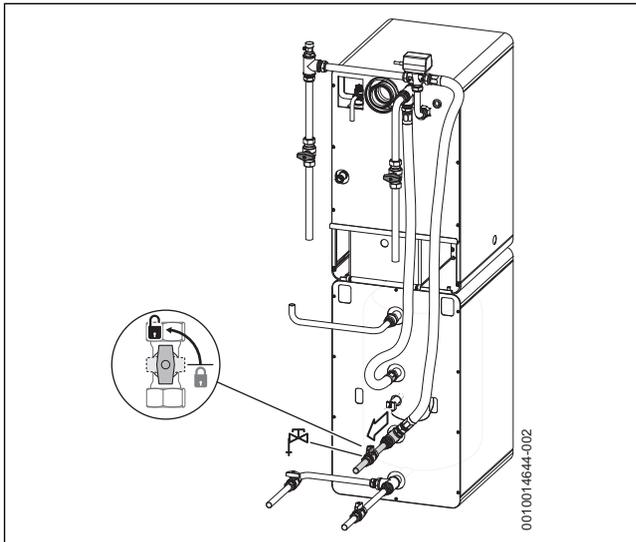
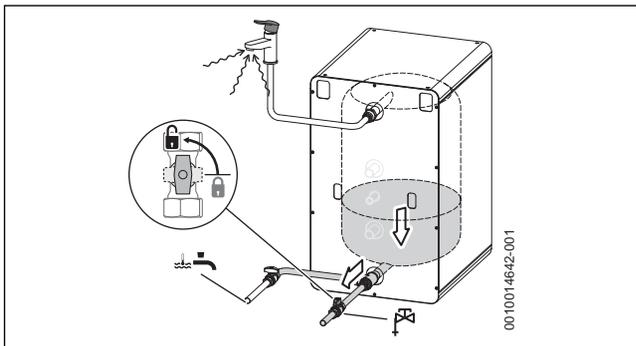

Fig. 111 Purge du serpentin (exemple sur une installation en colonne)
Fig. 112 Vidange du ballon
- ▶ Vidanger le ballon (→ Fig. 111 & Fig. 112).
- ▶ Dépressuriser le ballon (→ Fig. 112).